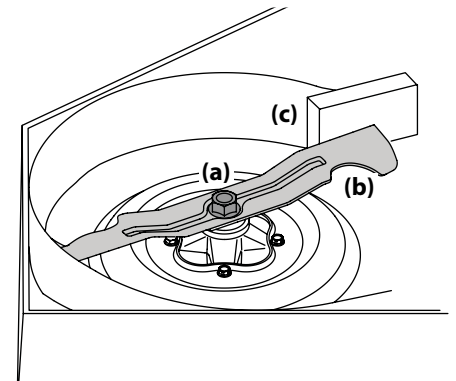

Figura 4-18
2. Use una llave de 1/16" para sostener la tuerca hexagonal en la parte superior del conjunto del husillo cuando afloje la tuerca hexagonal (a) que fija la cuchilla (b). Se puede colocar un bloque de madera (c) entre el alojamiento de la plataforma y el borde de corte de la cuchilla (b) para ayudar a aflojar la tuerca hexagonal (a) que fija la cuchilla. Vea la Figura 4-18.